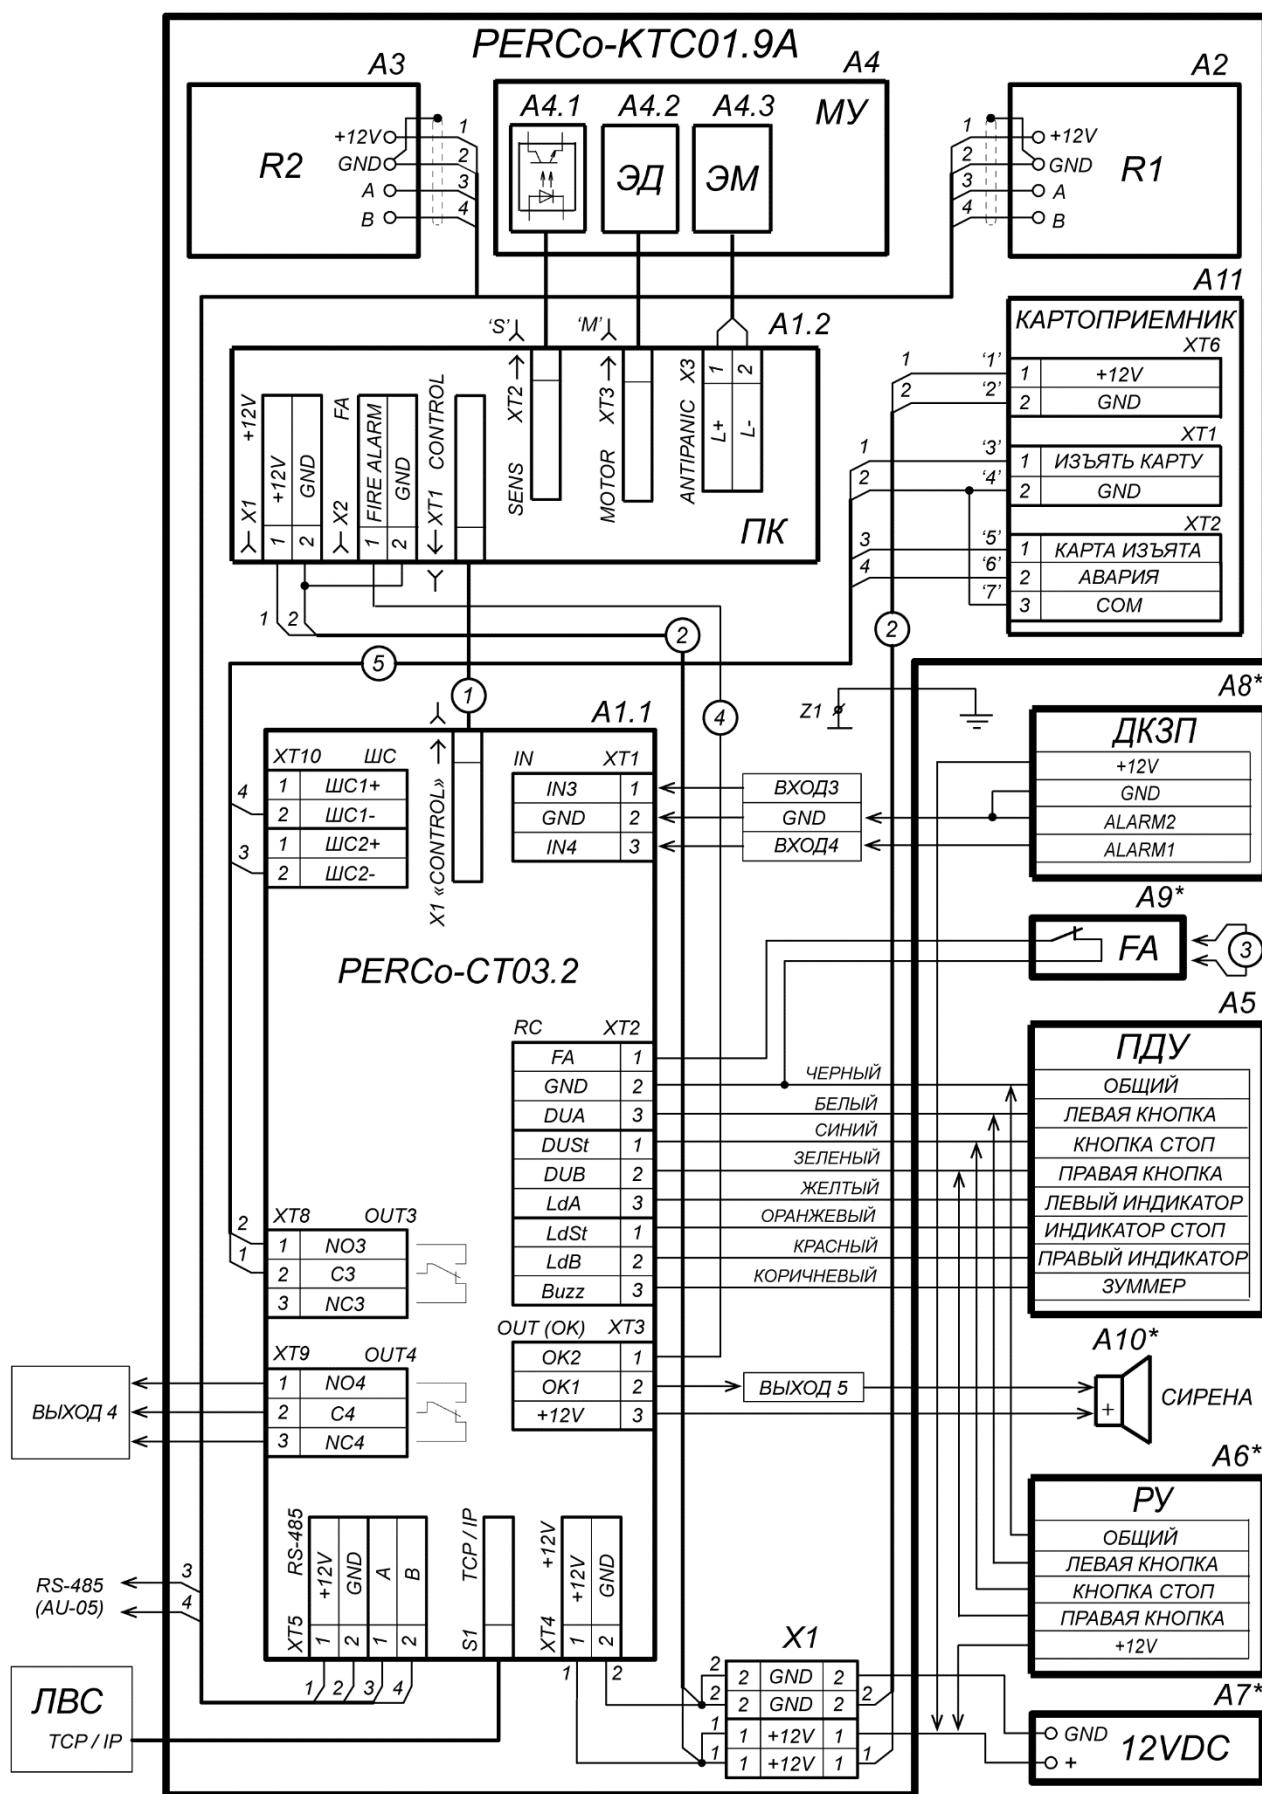

Рисунок 14. Схема подключения ЭП и дополнительного оборудования
Расположение клеммных колодок на нижней плате контроллера ЭП показано на рис. 6, назначение контактов клеммных колодок указано в табл. 1. Схема подключения приведена на рис. 14. Используемые при подключении типы кабелей указаны в табл. 4. При монтаже ЭП придерживайтесь следующей последовательности действий:
11. Подключите кабель питания (15) к выносной клеммной колодке **X1** на кронштейне платы контроллера ЭП согласно схеме, приведенной на рис. 14.
12. Подключите кабель (13) ПДУ (12) к клеммной колодке **XT2** на плате контроллера ЭП согласно схеме, приведенной на рис. 14.
13. Подключите при необходимости кабели от других устройств к соответствующим клеммным колодкам платы контроллера ЭП согласно схеме, приведенной на рис. 14.
позиционные обозначения А1-А4 и Z1 – указаны на рис. 14
10. Подсоедините кабель картоприемника к плате управления картоприемника согласно схеме на рис. 14 и рис. 7.
11. Установите и закрепите торцевые крышки (9) в порядке, обратном снятию.
12. Установите в рабочее положение контейнер картоприемника со стороны механизма картоприемника, а заглушку (10) – с противоположной стороны.
13. Установите крышку (3) в рабочее положение (см. разд. 6).